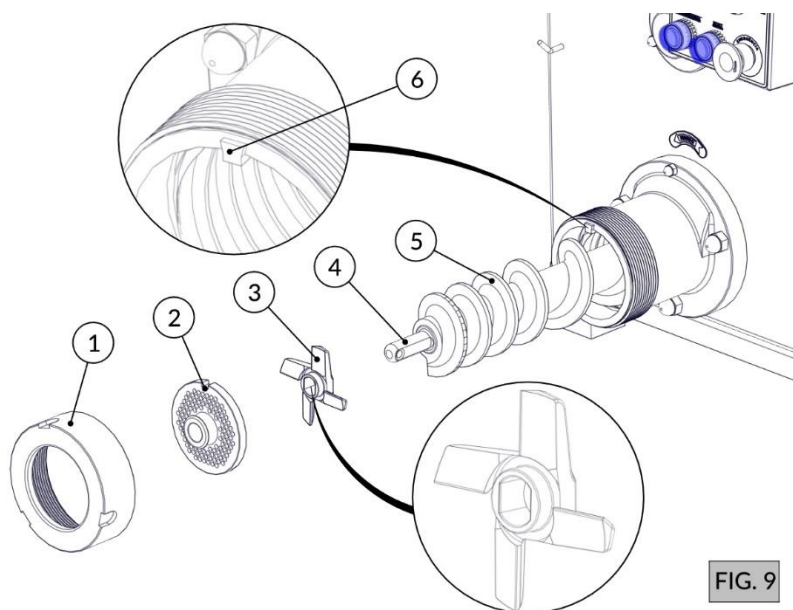

FIG. 9
3. Coloque o caracol (Item 5 - FIG. 9), encaixando-o no quadrado do eixo arrastador;
4. Coloque a cruzeta simples (Item 3 - FIG. 9) no pino do caracol (Item 4 - FIG. 9), observando sua posição de corte (corte para frente);
5. Coloque o disco com o furo desejado (Item 2 - FIG. 9) no pino do caracol, certificando-se que encaixou na chaveta do bocal (Item 6 - FIG. 9);
6. Rosqueie o volante (Item 1 - FIG. 9) até encostar no disco.